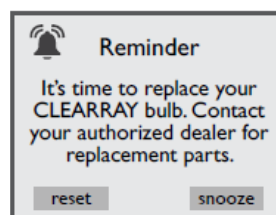

Figura 6.6d
4. Quando o temporizador expirar a contagem, uma mensagem será exibida no visor do painel de controle, Figura 6.6d. A lâmpada UV do **CLEARRAY®** **deverá ser substituída** e o temporizador deverá ser zerado. Toque em “reset” e siga as instruções acima para zerar o temporizador.